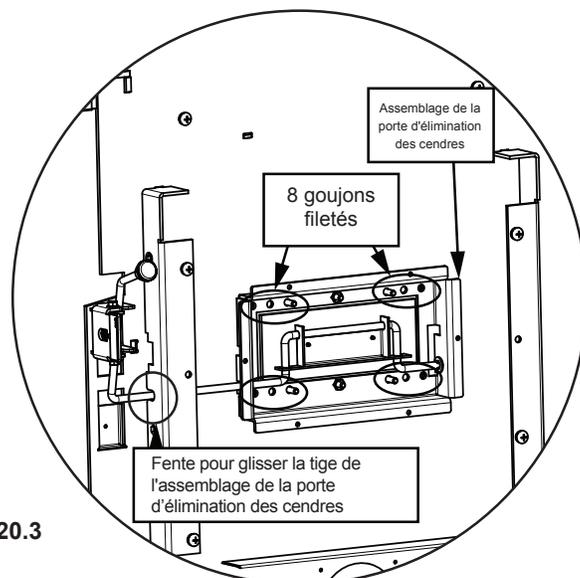

Figure 20.3
- Installez la porte à cendres en glissant de biais la tige dans la fente sur le côté gauche (**Figure 20.3**).
- Glissez la porte à cendres sur les 8 vis sortant du fond de l'appareil. Fixez les écrous et les rondelles en utilisant une clé à douille 7/16 (**Figure 20.3**).
- Installez la porte à cendres en glissant de biais la tige dans la fente sur le côté gauche (**Figure 20.3 à la page 20**).
- Glissez la porte à cendres sur les 8 vis sortant du fond de l'appareil. Fixez les écrous et les rondelles en utilisant une clé à douille 7/16 (**Figure 20.3 à la page 20**).